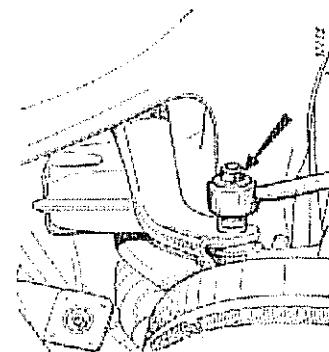

Fig. 263
- 5) Desconectar la bieleta de la barra estabilizadora en su unión con el eje de articulación del brazo superior de suspensión según lo indica la flecha (Fig. 263).